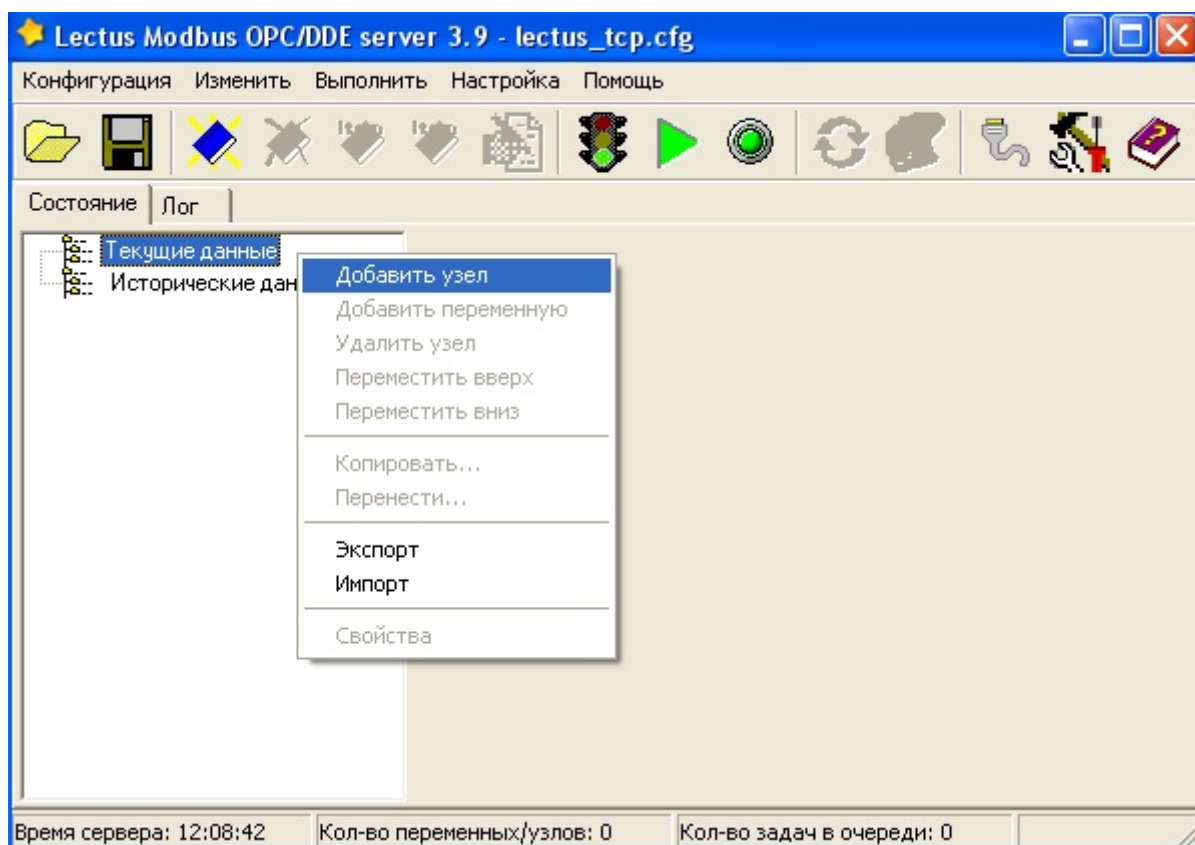

Рис.2.1
- 2) Добавить к текущим данным новый Modbus-узел (Рис.2.1).